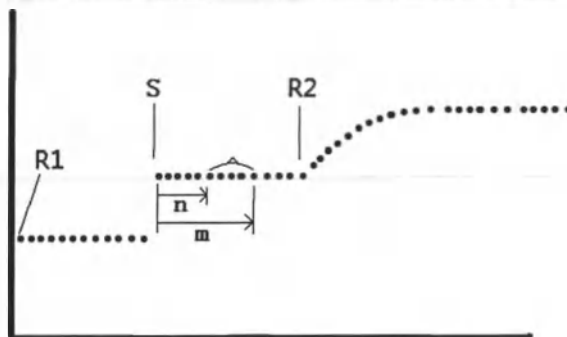

Рисунок 79 – После добавления пробы
2) Настройка второй контрольной пробы, проба (S) устанавливается в качестве узла, необходимо выбрать **After Adding Sample** (После Добавления Пробы) как пустой интервал, как показано на рис. 79, S - добавление контрольной точки, поглощающая способность контрольной пробы соответствует среднему поглощению от точки n до точки m .